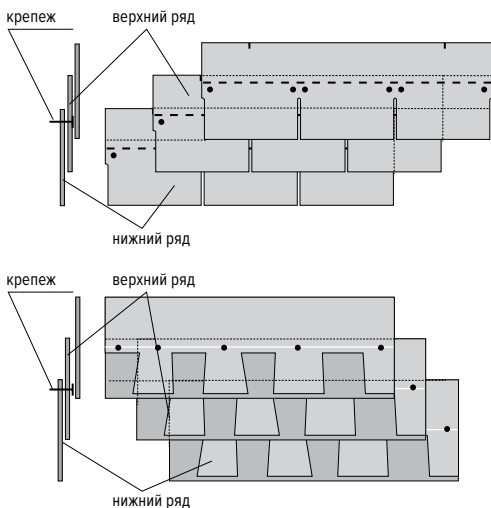
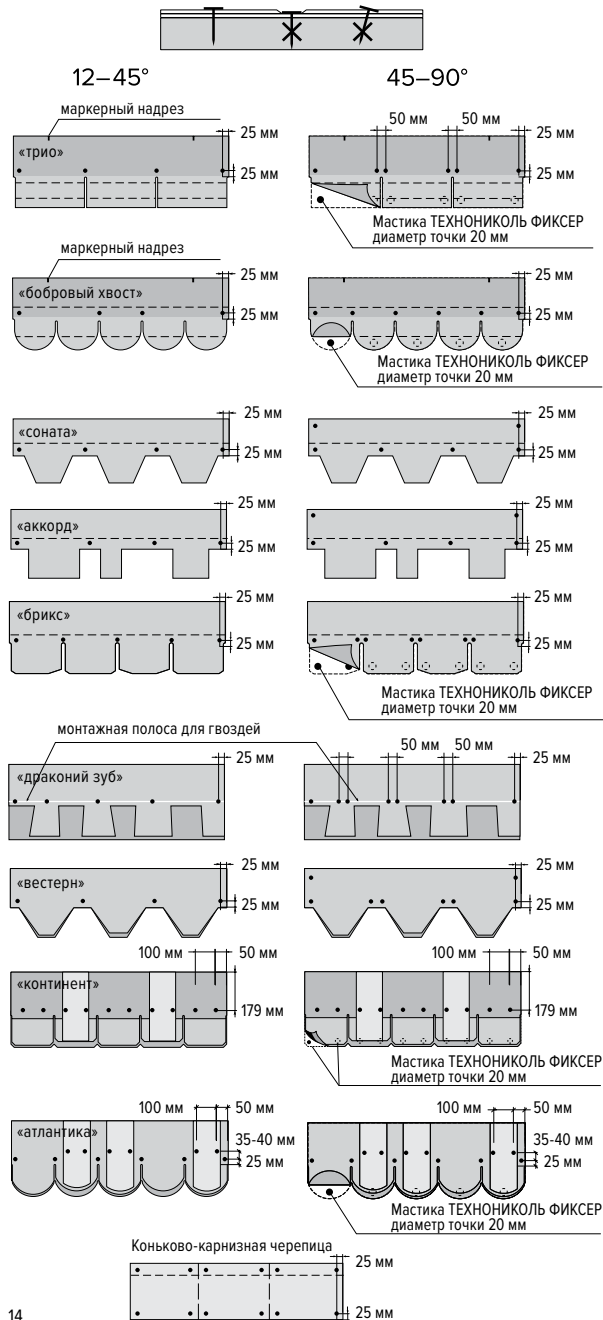

Рис. 13
Рис. 14
Каждая рядовая черепица крепится к основанию кровли с помощью специальных оцинкованных гвоздей с широкими шляпками, количество которых зависит от угла наклона ската. Правильное прибивание специальных гвоздей — очень важный момент. Гвозди следует прибивать таким образом, чтобы шляпка находилась в одной плоскости с поверхностью гибкой черепицы, а не врезалась в нее (Рис. 13).
Правильное расположение гвоздей и их количество для каждой формы гибкой черепицы указано на рис. 14.
**ВНИМАНИЕ!** В форме нарезки «драконий зуб» гвоздь одновременно должен крепить место нахлеста двух составных частей черепицы (Рис. 13). Для ориентира завод-производитель наносит специальную монтажную линию на лицевую поверхность черепицы (Рис. 14). По месту монтажа следует убедиться, что данное условие выполняется. Для монтажа коллекций Континент и Атлантика следует применять гвозди длиной 45 мм.